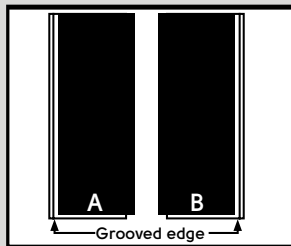

Fig. 3
3. Abra varias cajas/cartones del material. Los tablonces estarán marcados "A" y "B" en el reverso (diagrama de abajo). Separe los diferentes tablonces en pilas manteniendo los bordes en la misma dirección. Mueva los tablonces aleatoriamente de cada pila para conseguir un aspecto más natural, para su instalación (Fig 3).